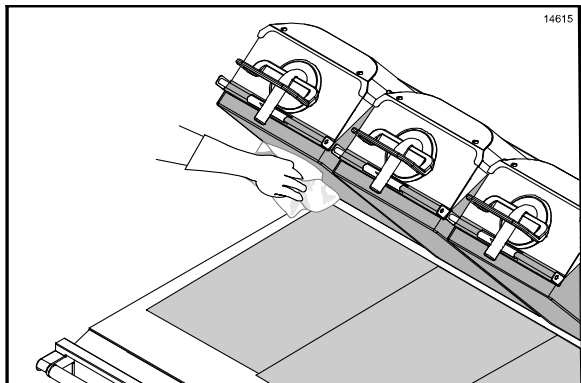

Figura 41
8. Limpe a superfície exposta das folhas antiaderentes superiores e inferiores com um pano limpo apropriado para grill, umedecido com sanitizante. (Veja a Figura 41.)